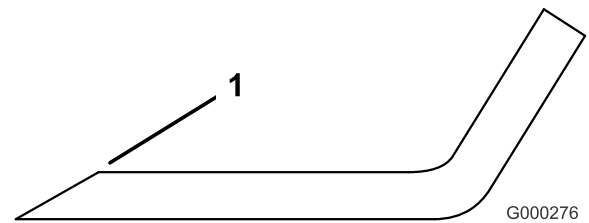

Figure 81
1. Au moyen d'une lime, aiguiser les tranchants aux deux extrémités de la lame (Figure 81) en veillant à conserver l'angle de coupe d'origine. Limez la même quantité de métal sur chacun des deux tranchants pour ne pas déséquilibrer la lame.